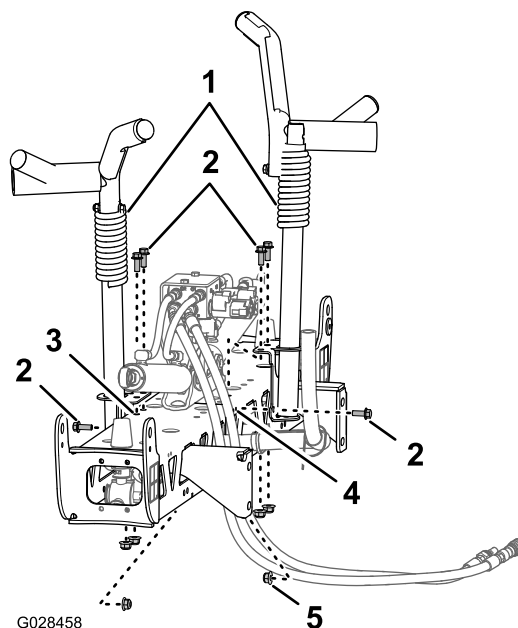
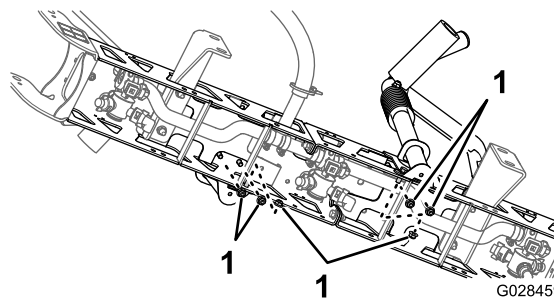

Рисунок 37
Рисунок 38
2. Выровняйте транспортировочные опоры стрелы по средней секции стрелы (Рисунок 37).
3. Подсоедините опоры к секции стрелы (Рисунок 37 и Рисунок 38) с помощью 6 болтов (3/8 x 1 дюйм) и 6 фланцевых контргаек (3/8 дюйма).